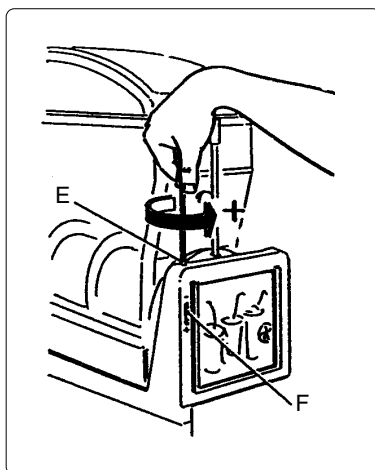

Fig. 9
- b) Regolazione della consistenza: per variare la consistenza del prodotto, agire sulla vite (E) collocata nel retro della macchina (fig. 9); girando in senso orario, il prodotto diventerà meno denso, girando in senso antiorario, il prodotto diventerà più denso. L'indicatore (F) rivela il grado di maggiore o minore di consistenza del prodotto.